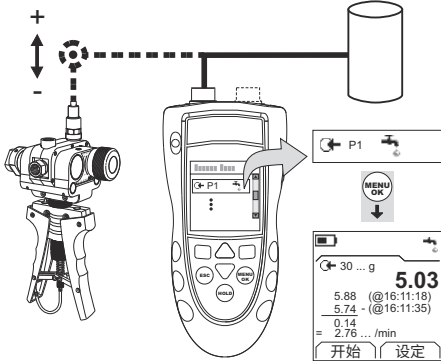

图 3: 配置示例 – 泄漏测试
1. 连接仪表 (图 3), 如果有必要, 调整 Set Up (设定) (表 1)。